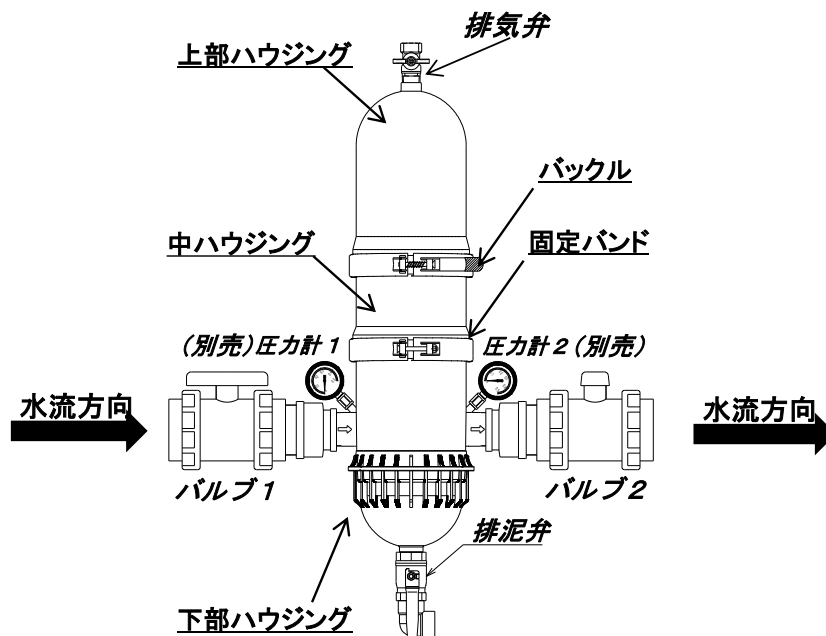

図3. 各部品名称
- 1) 排気弁と排泥弁を開け、バルブ2を閉じてください。(図3)